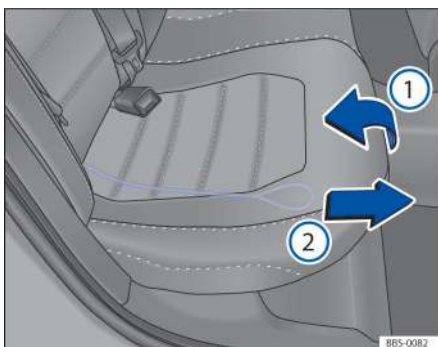

Рисунок 47. Под задним сиденьем: откройте крышку багажника
- Поднимите подушку заднего сиденья в направлении стрелки →Рисунок 47 ⓘ.
- Потяните на себя кулису аварийной разблокировки крышки багажника в направлении стрелки ②.